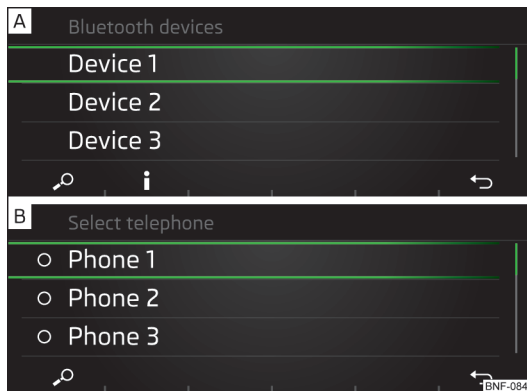

Fig. 107
- Selecionar na lista desejada dos dispositivos externos Bluetooth® o telefone desejado » Fig. 107 - [A].
- Para **visualizar** informações sobre o estabelecimento da ligação com um dispositivo externo Bluetooth®, premir a tecla de função ⓘ » Fig. 107 - [A].
- Selecionar na lista indicada o telefone desejado » Fig. 107 - **[B]** ou um dispositivo externo Bluetooth® » Fig. 115 na página 96 - **[A]**.